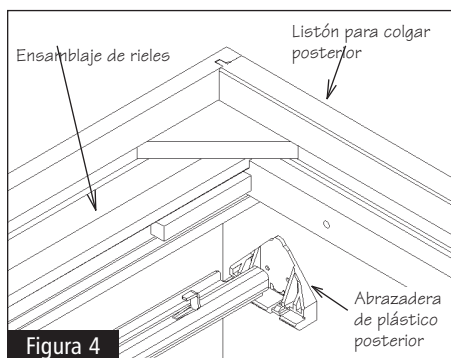

Figura 4
- Fije el ensamblaje de rieles del bloque o tabla para cortar a la listones para colgar posterior del gabinete usando dos tornillos de 1" X n.º 8, asegurándose de que dicho ensamblaje esté encuadrado con el gabinete, y habiendo perforado el agujero con una broca de 1/8" a una profundidad de 3/8" (vea la figura 4). Nota: El reborde del ensamblaje de rieles debe ir debajo de la listón para colgar posterior.